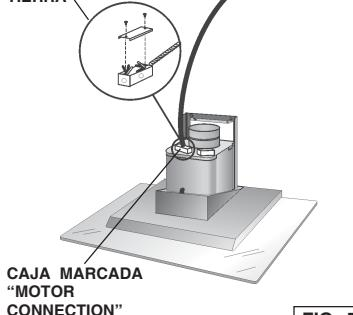

FIG. 7
1. Conectar los conectores (dos hilos + hilo de tierra) desde el ventilador a la caja de cables de la campana donde esta indicado "motor connection". Fig.7
2. Quite la cubierta de la caja de cables y quite un knockout. Fig.7
3. Fije el "conduit" a la caja de cables por medio de un conector idóneo para el "conduit". Fig.7
4. Efectúe las conexiones eléctricas a la campana. Conecte el cable blanco con el blanco, **el rojo con el negro** y el verde con la toma de tierra. Fig.7